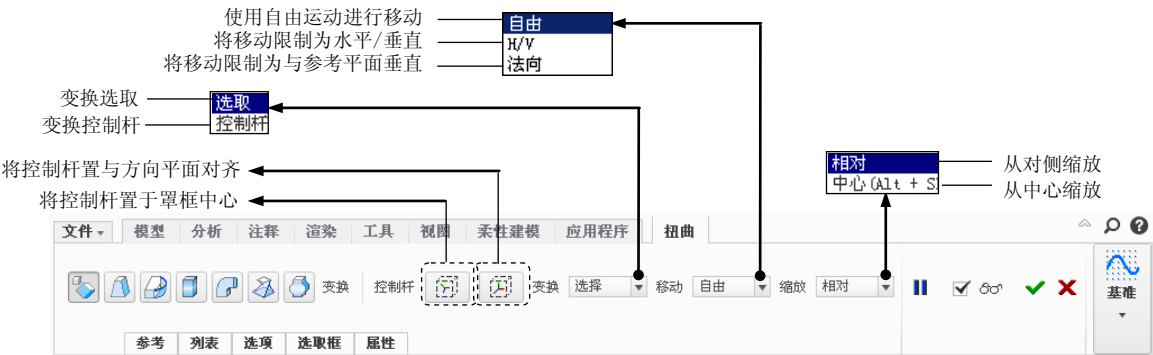
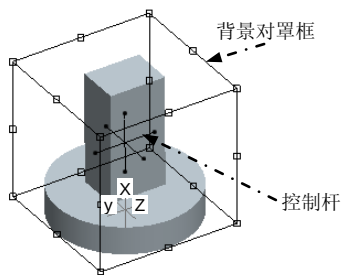

图 5.2.1 “变换”操作界面
图 5.2.2 进入“变换”环境
Step1. 在操控板中按下“变换”按钮，操控板进入图 5.2.1 所示的“变换”操作界面，同时图形区中的模型周围出现图 5.2.2 所示的控制杆和背景对**罩框**。